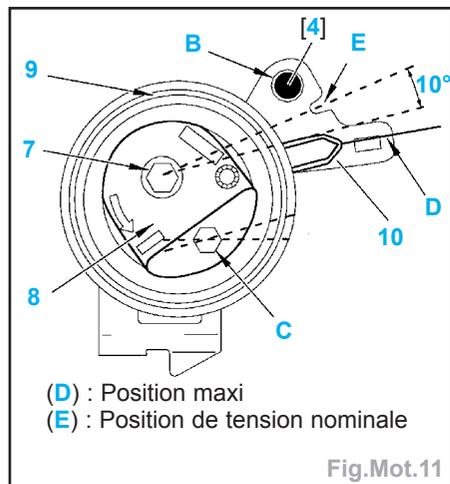

Fig.Mot.11
- A l'aide de l'empreinte hexagonale (C), tourner le moyeu du galet dans le sens anti-horaire, jusqu'à amener l'index (10) en position (D) pour tendre la courroie au maximum (Fig.Mot.11).
- Tourner le moyeu excentrique (8) du galet (9) dans le sens horaire jusqu'à un léger contact du curseur (10) avec la pige [4].